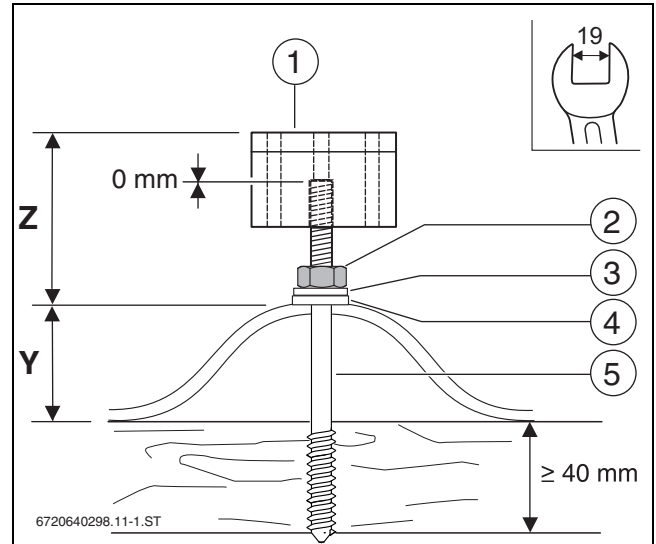

Bild 37 Montierte Stockschraube mit Haltebock
- ▶ Vormontierte Stockschraube mit Gabelschlüssel 19 mm so weit eindrehen, bis Maß Z (\rightarrow Tab. 12) erreicht ist (\rightarrow Bild 37).